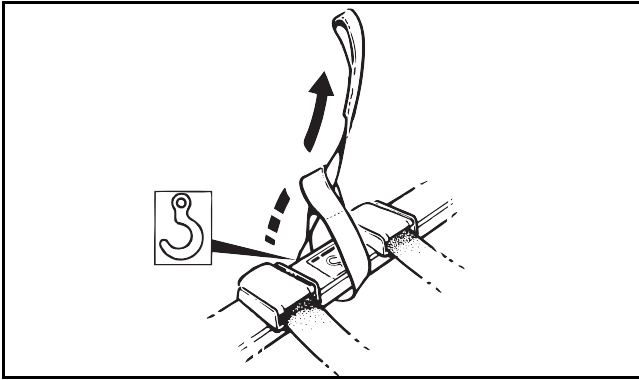

Fig. 56
**CUIDADO: Se ainda não estiverem presas, fixe as quatro extensões de suspensão nas posições indicadas pelas etiquetas nas secções laterais da estrutura (consulte a Fig. 56)**